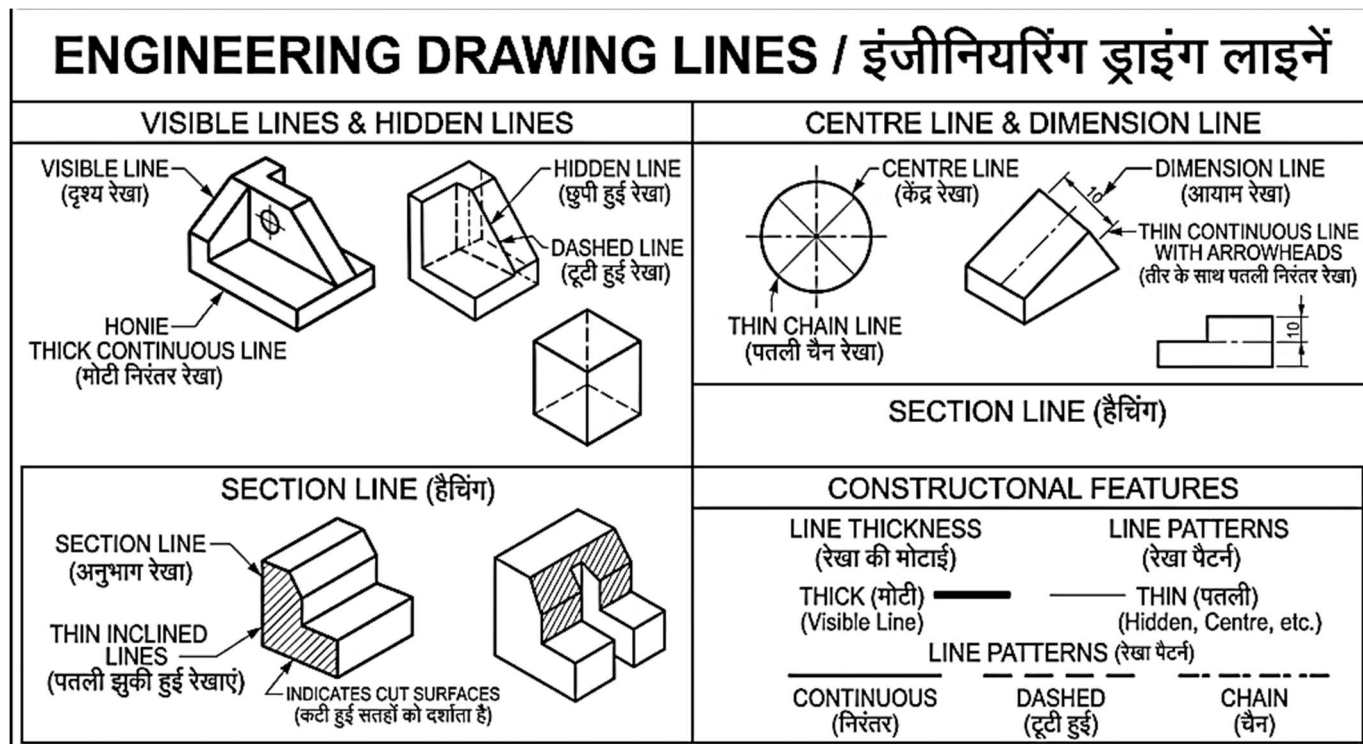

Fig. 2.6: Classification and Types of Engineering Lines | इंजीनियरिंग रेखाओं का वर्गीकरण एवं प्रकार
2.6.1 Definition: (Fig. 2.6)
2.6.1 परिभाषा: (Fig. 2.6)